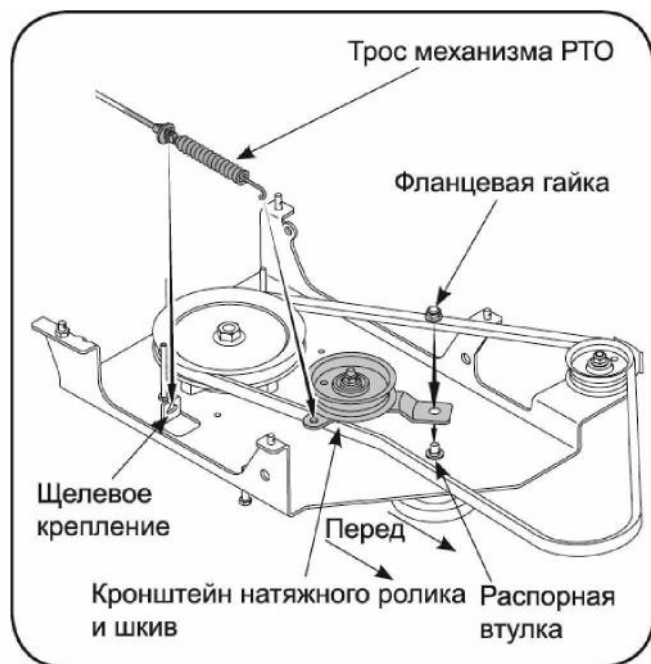

Рис. 10.
1. Отверните фланцевую контрящую гайку, как показано на Рис. 10, оставив на месте распорную втулку.
4. Прикрепите трос РТО к кронштейну шкива, затем установите его в щелевое крепление на основании нижней рамы, как показано на Рис. 10.